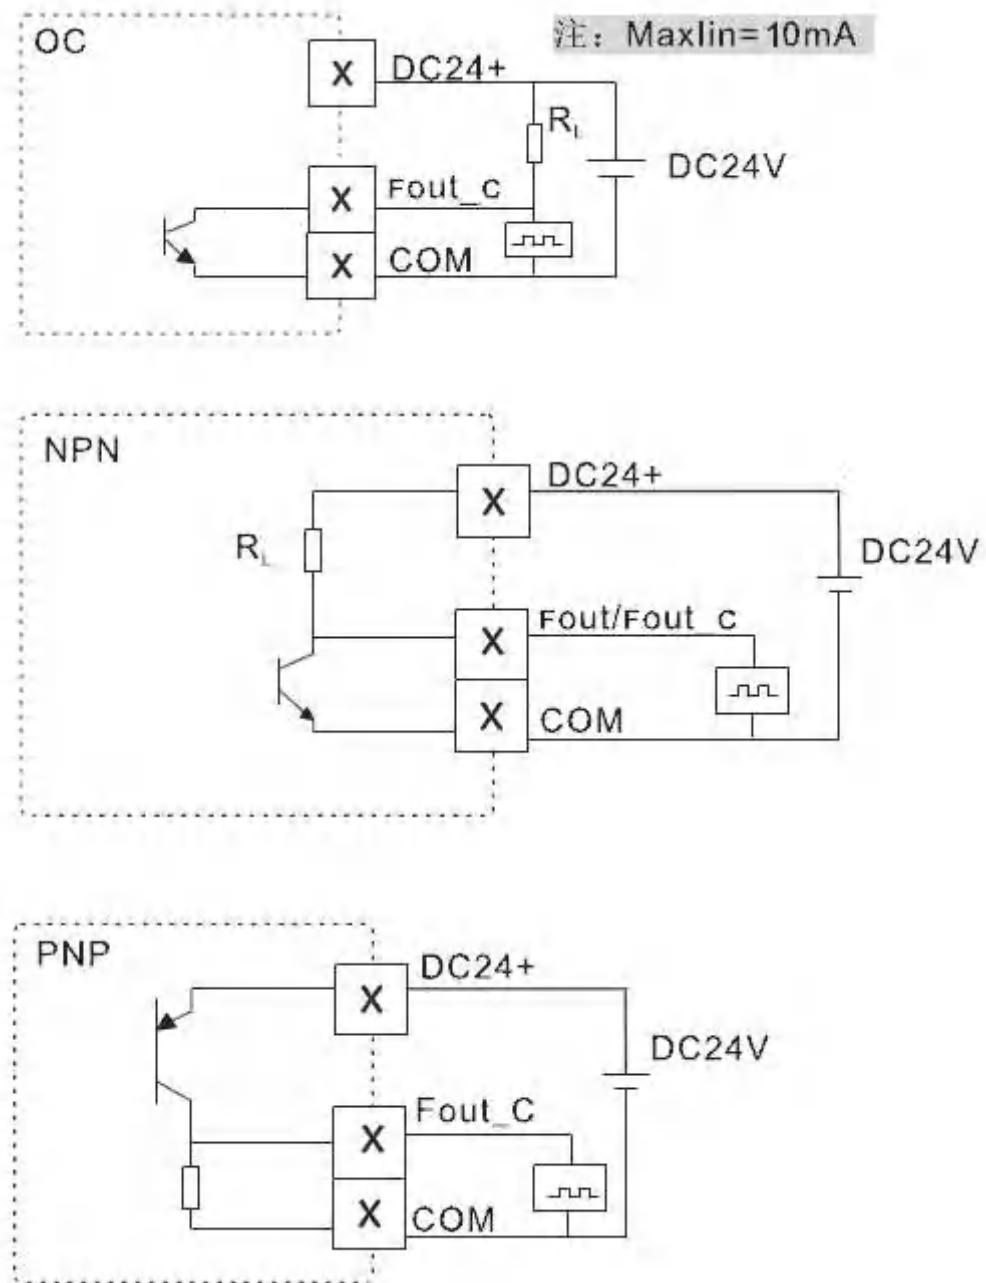

图3.2 脉冲/当量脉冲输出接线图
A. 如图 3.2, “脉冲输出方式选择开关”对应输出接线端子Fout_C, 输出方式可通过跳线帽选择NPN、PNP或OC输出方式, 跳线帽对应操作如表3-2, 脉冲输出模式根据P-7屏的参数设置。